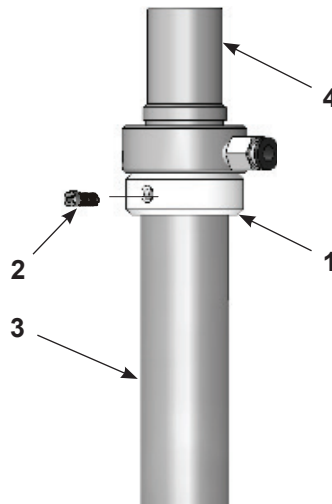

Figura 3-6 Instalación del collar en el tubo de aspiración
3. Ver la Figura 3-6. Instalar el collar (1) en el tubo de aspiración (2) tal y como se muestra. Apretar el tornillo de cabeza hueca para fijar el collar.